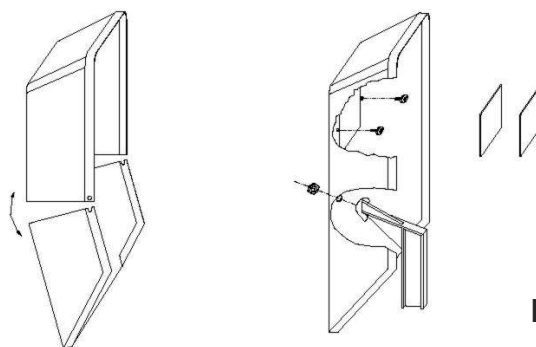

FIG.2
2. Para ensamblar la máscara de protección para el rostro (FIG.2), coloque la máscara de protección de plástico en la apertura correspondiente, fijándola con los dos tornillos de sujeción. Coloque la empuñadura, fijándola en la fisura del cuerpo de protección, apretándola con fuerza y girándola 90°, hasta que llegue al agujero del cuerpo de protección.